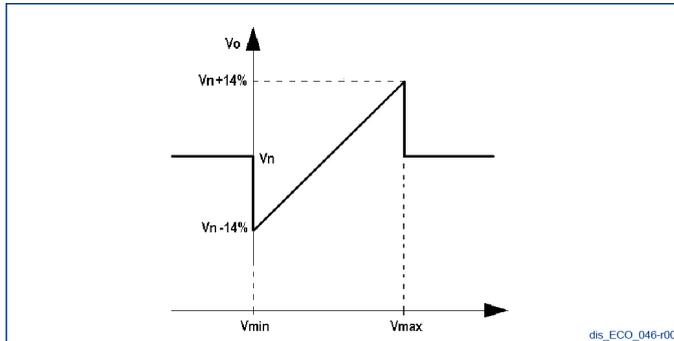

Figure 1 : Sans saturation de la tension de sortie lorsque les limites de la tension d'entrée sont atteintes.
- Ne pas prendre en compte la valeur et revenir à la régulation de la valeur de tension paramétrée par le biais du condensateur (s'il est activé) ou du paramètre P[19], Fig. 1.